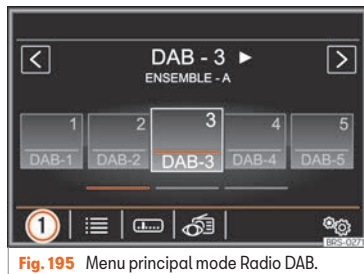

Fig. 195 Menu principal mode Radio DAB.
- Dans le menu principal **RADIO**, appuyez sur la touche de fonction »» fig. 195 ① puis sélectionnez **DAB**.
La station DAB sélectionnée est affichée sur la barre supérieure de l'écran **DAB-3**, et l'ensemble de stations sélectionné s'affiche sous **ENSEMBLE-A** »» fig. 195.
Les touches de fonction se rapportent au menu qui apparaît lorsque vous appuyez sur la touche  » **fig. 195**.
(Mémoires) : Affichage des touches de mémoire » **fig. 195**.